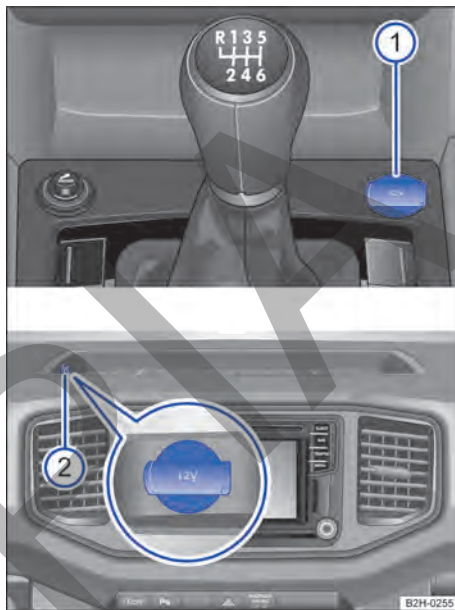

Fig. 118 Tomas de corriente de 12 voltios delanteras
- En la parte delantera de la consola central → Fig. 118 ①.
- En el portaobjetos del tablero de instrumentos → Fig. 118 ②.